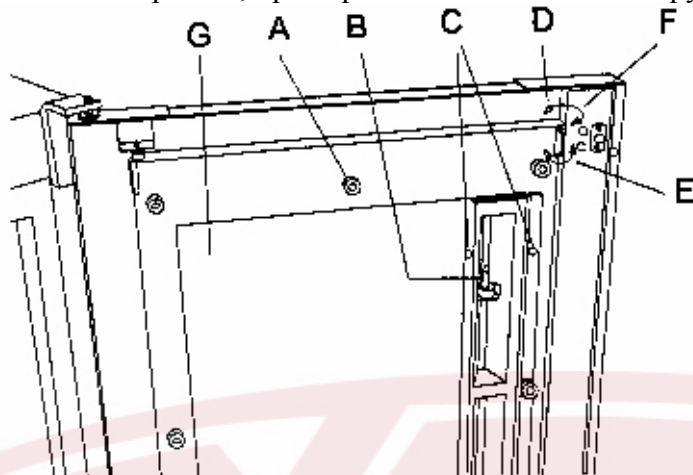

Рисунок 4d
- Расцепив две защелки (рис.4d), расположенные на стороне рукоятки двери освободить и затем повернуть внутреннее стекло.
- Внутренние лампы печи защищены стеклом, которое для их замены должно быть удалено. Ослабить винты (элемент С рис.4d, только частично показаны на рисунке), расположенные на стойке (закрывающаяся сторона), которая обеспечивает защиту, и вынуть стекло. Теперь открывается доступ к лампам. Учитывая, что лампы галогенные, их замена должна осуществляться очень осторожно, при строгом соблюдении инструкций их производителя.